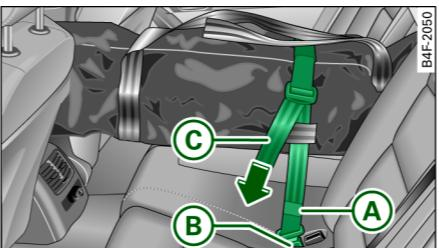

图 86 后座椅：固定该袋子
- 将运输袋的固定带 (A) 插入中间锁扣 (B) 中 ⇒ 图 86。
- 拉紧固定带 (C)。